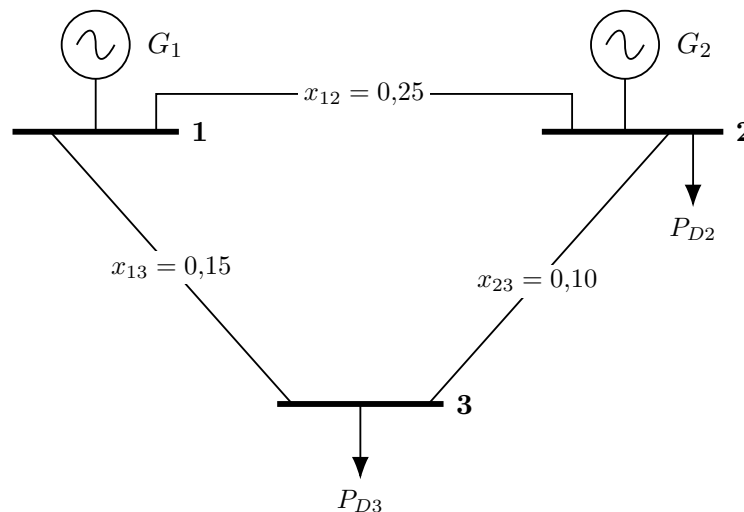

Figura 1: Rede em estudo (comum a todos os grupos)
Considere a rede de 3 barramentos da Figura 1, com dois geradores térmicos (G_1 no barramento 1 e G_2 no barramento 2) e cargas nos barramentos 2 e 3. Todos os valores estão em **p.u.**, na base de 100 MVA. Despreze as resistências e as perdas.
- Determine, recorrendo ao método dos multiplicadores de Lagrange, o despacho económico sem perdas da rede da Figura 1 para o caso de estudo do seu grupo. Apresente o desenvolvimento analítico, as potências produzidas, o custo total e o custo marginal do sistema λ .
- Determine o mesmo despacho recorrendo à **Toolbox de Otimização** (função *ga*), impondo a Equação (3) como restrição linear de igualdade e os limites da Equação (2) como limites das variáveis.